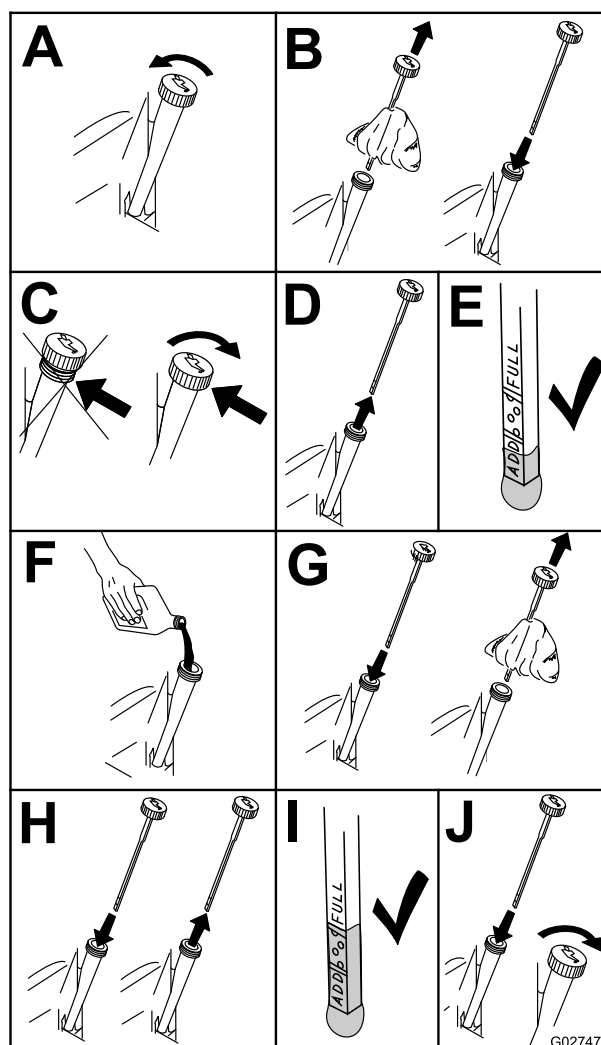

Figura 45
4. Desligue o motor, retire a chave e aguarde até que todas as partes em movimento parem antes de sair da posição de operação (Figura 45).